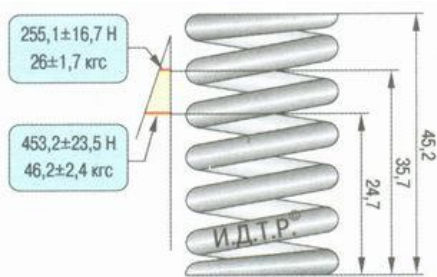

Рис. 1.37. Параметры проверки наружной пружины клапана
16. Проверьте состояние наружной и внутренней пружин клапанов (рис. 1.37). Искривленные, поломанные или пружины клапанов с трещинами замените.